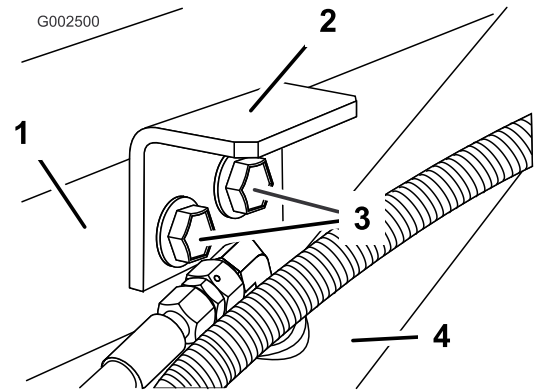

Figure 18
3. Posez les supports de retenue à l'aide des deux boulons et écrous à embase retirés précédemment (Figure 18).